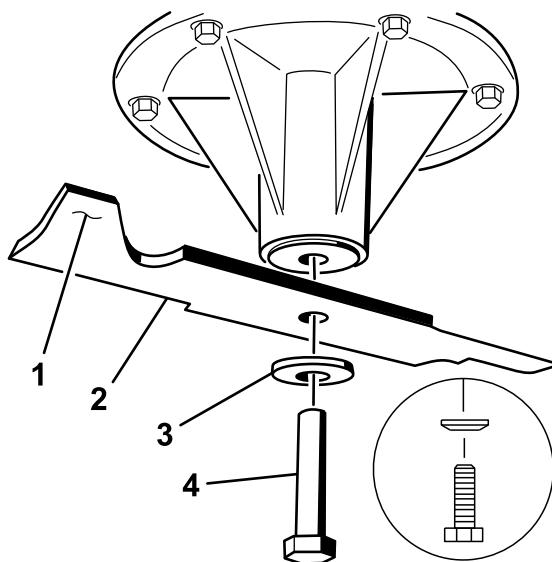

Figure 99
1. Placez la lame sur l'axe (Figure 99).
2. Mettez en place la rondelle élastique et le boulon de la lame (Figure 99).
Remarque: Le cône de la rondelle élastique doit être dirigé vers la tête du boulon (Figure 99).